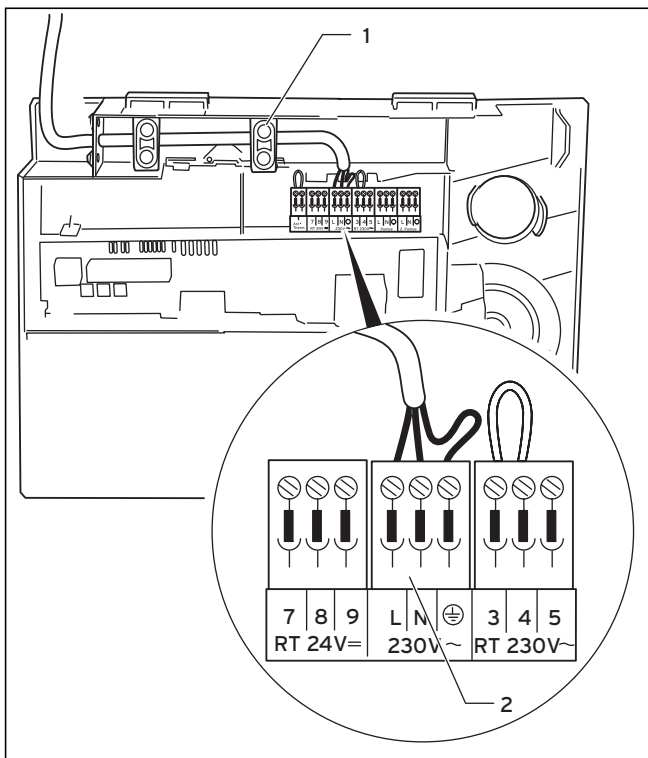

Abb. 5.6 Anschluss der Netzzuleitung
- Sichern Sie die Leitungen mit den Zugentlastungen (**1**, Abb. 5.6).
- Verlegen Sie die Netzzuleitung zur Anschlussebene im Schaltkasten wie in Abbildung 5.6 gezeigt.
- Sichern Sie die Leitungen mit der Zugentlastung (1).
- Klemmen Sie die Netzzuleitung an den dafür vorgesehenen Klemmen ⊕, N und L des System ProE an (2).
- Sichern Sie die Leitungen mit der Zugentlastung (1, Abb. 5.6)